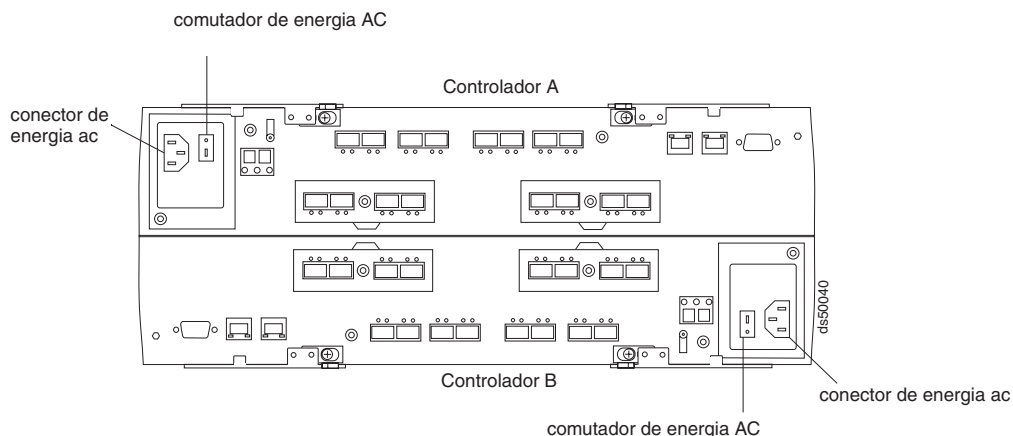

Figura 104. Interruptores AC nos Controladores
5. Ligue o interruptor AC na parte traseira de cada controlador no subsistema de armazenamento. A Figura 104 na página 162 mostra o local dos interruptores AC nos controladores.